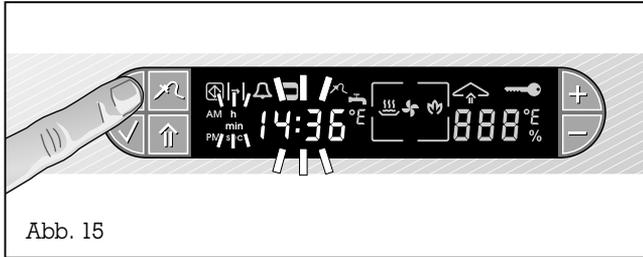

Abb. 15
- Betätigen Sie die Taste ⌚ (Uhr) **3 mal**. Das Symbol ^h (Zeiteinheit) blinkt im Display. Die Zeitanzeige zeigt die momentan eingestellte Tageszeit an (Abb. 15).